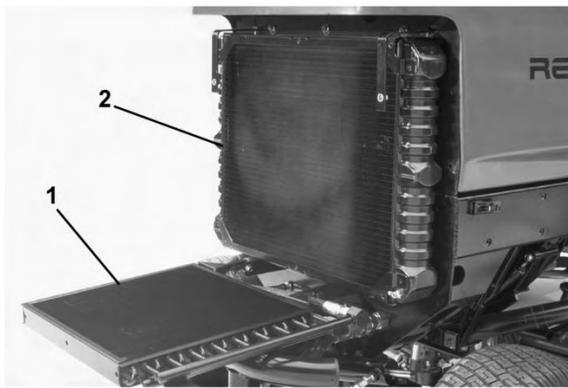

Figura 72
3. Svitare le manopole e girate indietro il refrigeratore dell'olio (Figura 72). Pulite accuratamente entrambi i lati dell'area del refrigeratore dell'olio e del radiatore utilizzando aria compressa. Non usate acqua. Aprite il cofano e soffiare via i detriti verso il retro della macchina. Riportate il refrigeratore dell'olio nella posizione originale e serrate le manopole.